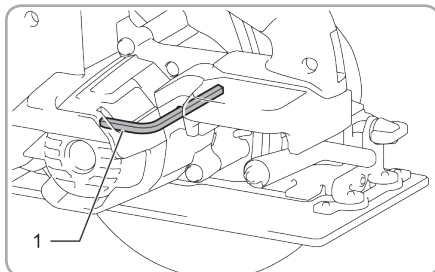

Fig.6
- Când nu este utilizată, depozitați cheia hexagonală așa cum se arată în Fig. 6 (1)